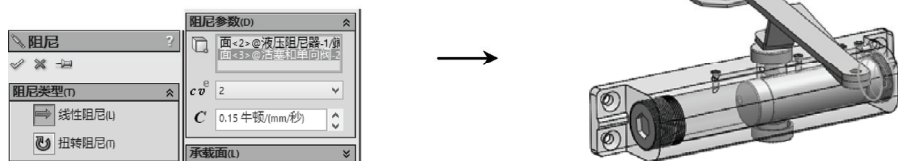

图 8-48 添加“阻尼”操作
STEP 4 单击操控面板工具栏中的“阻尼”按钮, 打开“阻尼”属性管理器, 选择“活塞”另外一个面和其对应的“端盖”面, 作为阻尼的两个端点, 设置“阻尼力表达式指数”为 2, “阻尼常数”为 0.15, 添加阻尼模拟液压油的缓冲力, 如图 8-48 所示。